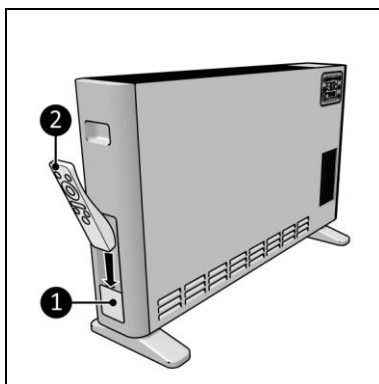

Figure 13
1. La télécommande (figure 13, pos. 2) peut être rangée dans l'emplacement pour télécommande (figure 13, pos. 1) sur le côté de l'appareil.